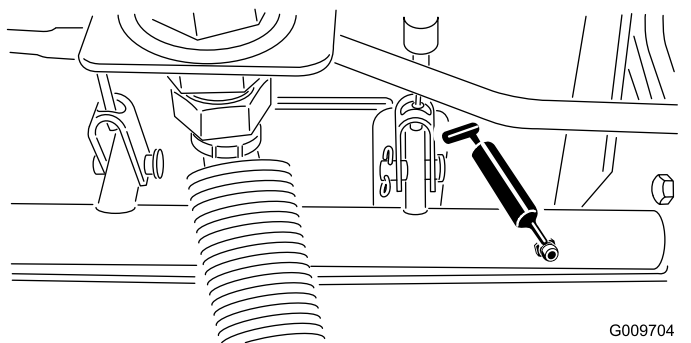

Рисунок 81
- Шарнирные опоры вала тормоза (5 шт.) (Рисунок 81)